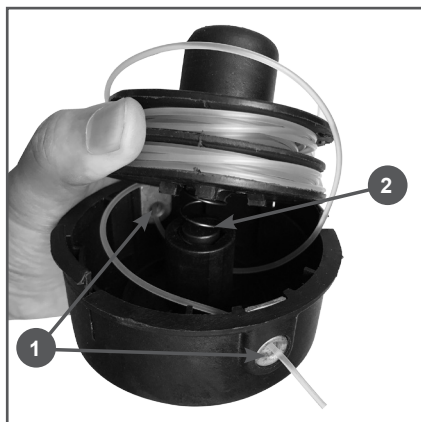

Рис. 18 Установка катушки
- Проденьте концы корда в отверстия 1 на корпусе триммерной головки и установите катушку с кордом в корпус головки (Рис. 18).
Не забывайте установить пружину 2 под катушку с кордом (Рис. 18).